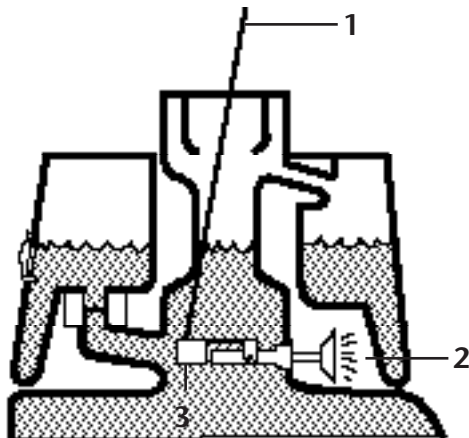

Fig. 20
3. Inserire un'asta pulita o un cacciavite nel bocchettone, e premere lentamente sull'interruttore a galleggiante (Fig. 20). L'allarme suona dopo un secondo.